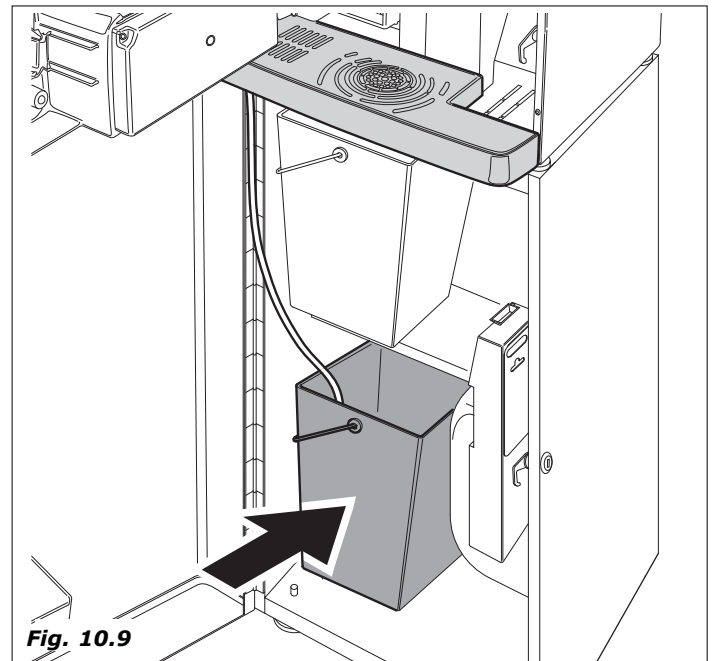

Fig. 10.9
- A ce point réinsérer la cuve de récolte fonds liquides et vérifier la présence du seau dans le siège inférieur (Fig.10.9).